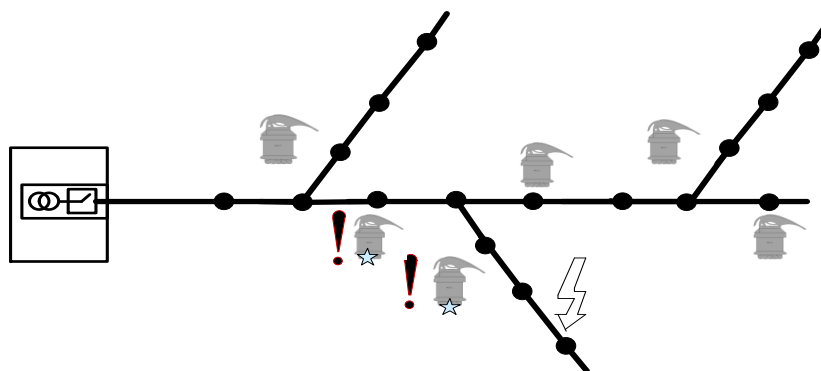

Рисунок 8 – Установка индикаторов на линии с длинным стволом и длинными ответвлениями
- на линии с длинным стволом и длинными ответвлениями комплекты устанавливаются в начале контролируемых ответвлений и за местом разветвления, на ближайших промежуточных опорах (Рисунок 8).